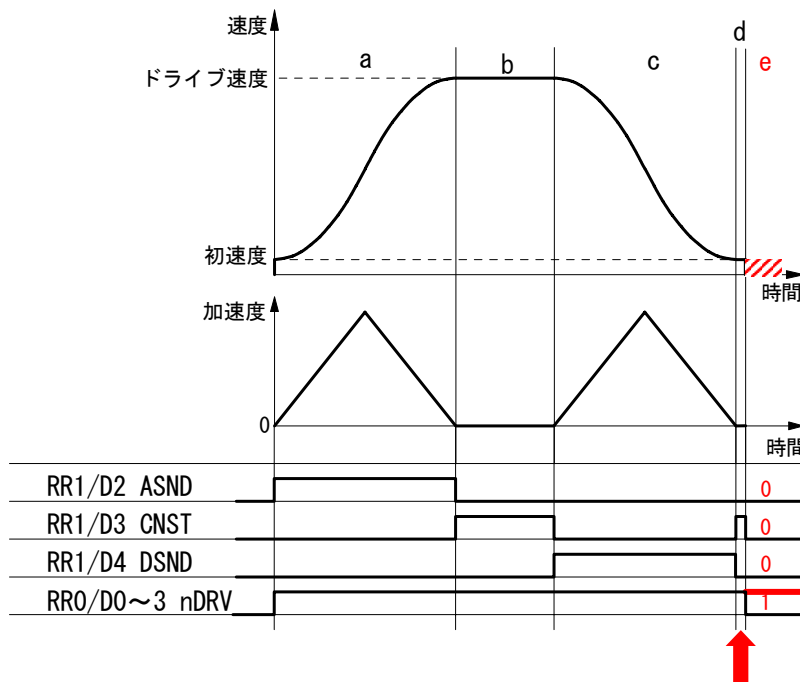

図3 RR1レジスタが示す加減速状態
I Cの RR1 レジスタからは、加速中(ASND)、定速中(CNST)、減速中(DSND)の加減速状態を読み取ることができますが、この時の加減速状態は次の図3 ようになります。
減速停止要求が入ると不具合が発生する可能性がある区間は図3中dの区間で、この時の加減速状態は定速(CNST=1)を示しています。また不具合(連続してパルスを出す)が発生した場合には、ドライブ中(RR0/nDRV=1)にもかかわらず、ASND,CNST,DSNDはいずれも0となります。
基本的には減速が始まったら、減速停止をさせる必要がないわけですから、減速停止命令(26h)の発行を禁止するようにします。減速中であることを知るには通常 nRR1/D4(DSND)を見ますが、図3に示すように、減速停止命令を書くと不具合が発生するのは図3中dの区間です。この区間ではDSNDビットは0になりCNSTビットが1になります。従って、回避策として次の2つの方法を提案させていただきます。
減速停止をかけたい区間は加速時及び定速時(図3のaとb)ですが、図3に示すように、不具合を起こす区間dも定速区間bと同じ定速状態を示します。しかし現在速度に違いがあり定速区間bでは設定ドライブ速度に近く、不具合を起こす区間dでは初速度に近い値です。従って、ドライブ開始前に初速度とドライブ速度の中間の速度を判定速度((ドライブ速度-初速度)/2+初速度))として求めておき、ドライブ中減速停止命令を発行する時には、加速中(ASND=1)または定速中(CNST=1)で且つ現在速度>=判定速度ならば減速停止命令を発行するようにします。
割り込みの発生要因として、図3に示すS字加減速の定速域(b 区間)終了を設定することができます。しかしこの割り込みは、図3に示すように、ドライブ終了間際に d 区間がある場合、すなわち終了間際に初速度に到達した場合、あるいは加速度が0になった場合にも発生します。不具合はドライブ終了間際に、速度が初速度に到達しないで加速度が0に落ちた状態で、減速停止要求が発生すると起きますので、必ず d 区間が現れます。d 区間終了時の割り込み発生のタイミングで不具合か否かを判定する方法です。
- ① 定速域終了を確認します。ドライブしている軸の RR3/D5(C-END)ビットが0の場合は、他の割り込み要因ですので、そちらの割り込み処理を行ないます。
- ② 減速域に入ったか確認します。RR1/D4(DSND)=1 の場合は、図3の b 区間から c 区間にはいった時ですから、そのまま処理を終了します。=0 の場合は d 区間終了であること示していますので、③の処理に移ります。
- ③ ドライブの終了を確認します。もしドライブが終了していれば、d 区間も正常に終了したことなので、そのまま処理を終了します。ドライブが終了していない場合は、d 区間が終了したにもかかわらずドライブ状態であることですので、不具合が発生したことがほぼ確定できます。即停止命令をかける前に、次の④と⑤は安全のために確認します。
- ④ ハードリミットがオンしていることを確認します。RR1/D12,D13 ビットはそれぞれ+方向、-方向のリミットが作動すると1を示しますので、D12=1 または D13=1 ならば、進行方向のリミットがオンしたと判断します。
- ⑤ 不具合発生時には ASND=CNST=DSND=0 となるので、これを確認します。
- ⑥ 即停止命令を発行します。
図3の d 区間において進行方向のリミットがアクティブになると不具合が発生します(正確には、まれに発生する場合があります)。これを事前に回避する方策はありませんので、不具合が発生したら直ちに停止させる方法を取ることになります。図3に示すように不具合が発生すると(e 区間)、ドライブ状態のまま(RR0/nDRV=1)、加減速状態は ASND、CNST、DSND とともに0になります。この状態は正常なドライブでは起きません。よって、次のような対策のための処理例を示します。